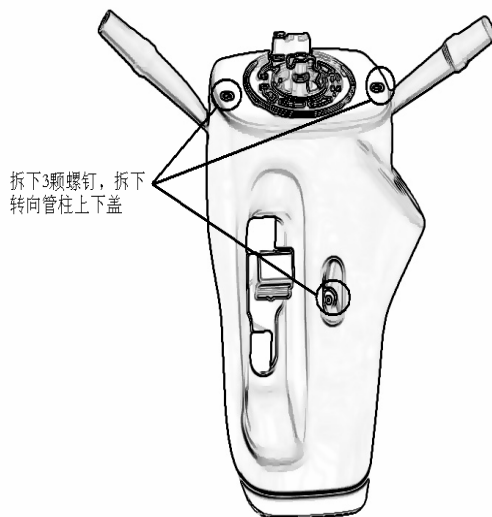

图 2—7
6) 脱开地板式换档停车锁止拉线总成。点火开关处于 ACC 位置，推动棘爪，拉出换档锁止拉线，如图2—8 所示。